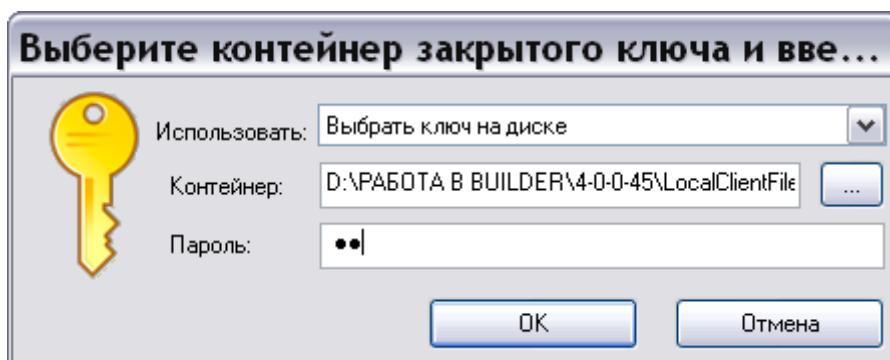

Рис. 19.29
7. Если выбрана усиленная подпись, то в появившемся окне добавьте файл контейнера и введите пароль (Рис. 19.29). В примере показан вариант с локальным файлом контейнера.